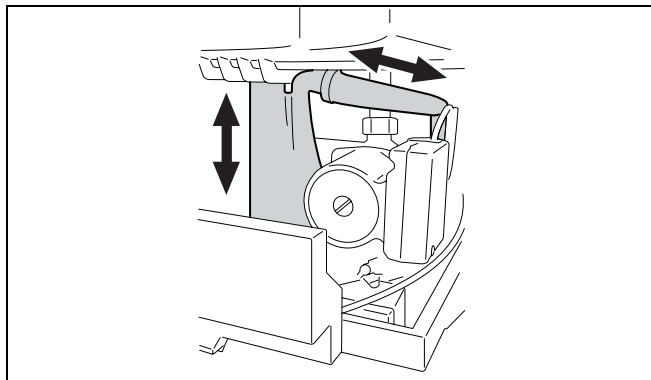

fig. 49 Sifon reinigen
- Trek de sifon uit de mof met de lippakking naar beneden weg en trek deze uit de afvoer uit (→ fig. 49).